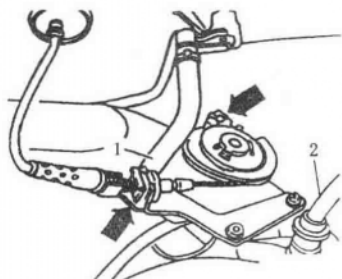
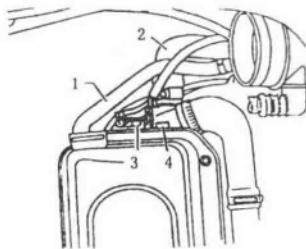

图 1-8 松开节气门拉索
图 1-9 拔下气缸盖通向暖风热交换器的冷却液管
(17) 松开节气门拉索, 如图 1-8 箭头所示。
(18) 拔下通向活性炭罐电磁阀的真空管 1, 如图 1-8 所示。
(19) 拔下通向制动助力装置的真空管 2, 如图 1-8 所示。
- (20) 拔下位于发动机底部通向暖风热交换器的冷却液管子。
(21) 拔下汽缸盖通向暖风热交换器的冷却液管 2, 如图 1-9 所示。